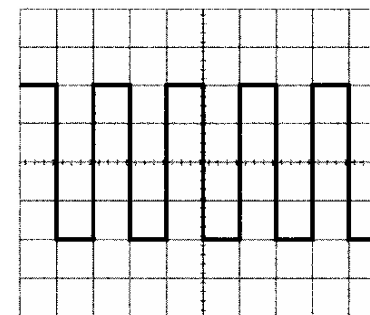

Рисунок 4-4
- 5) Установите переключатель AC-GND-DC в положение AC. На экране ЭЛТ должно появиться изображение сигнала, как показано на рис. 4-4.
- 8) Регуляторами ▲ ▼ POSITION и ◀ ▶ POSITION можно перемещать изображение сигнала относительно сетки для удобства измерения напряжения (Up-p) или периода (T).